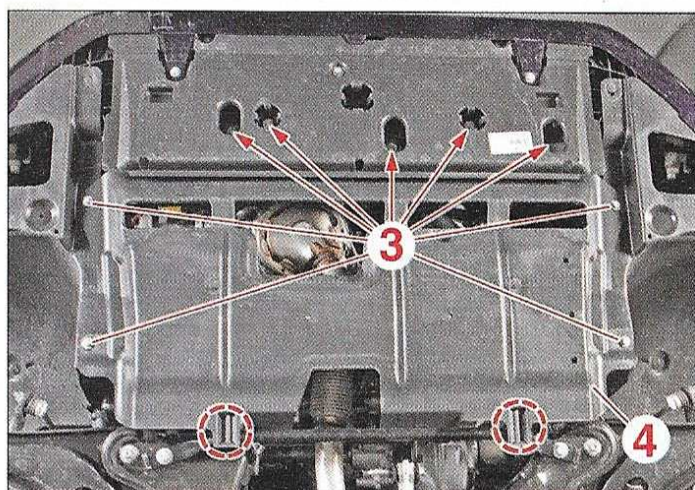
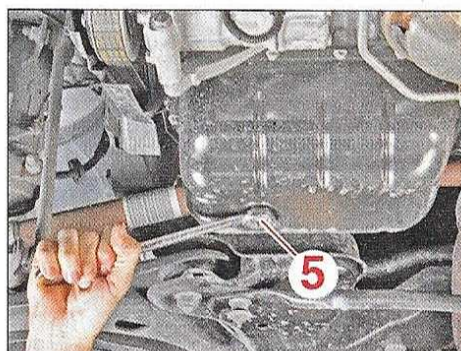

FIG.2
FIG.3
- Selon équipement, déposer les vis (3) (Fig.2).
- Dégrafer et déposer la protection sous moteur (4).
- Déposer le bouchon de vidange d'huile moteur (5) (Fig.3).
- Reposer le bouchon de vidange (5) muni d'un joint neuf et le serrer modérément.